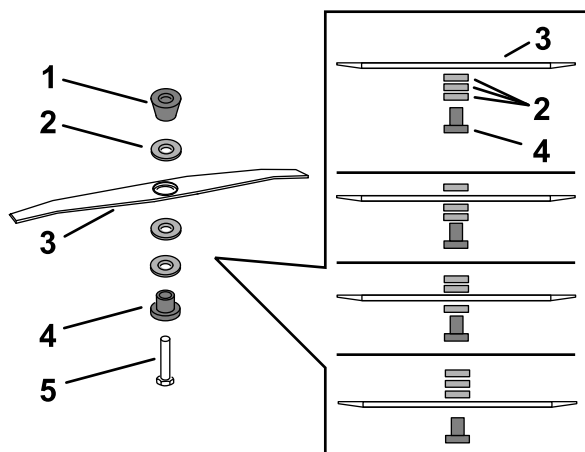

Figure 29
5. Déposez la lame à l'aide de la clé fournie avec la machine en tournant le boulon dans le sens antihoraire (Figure 29).